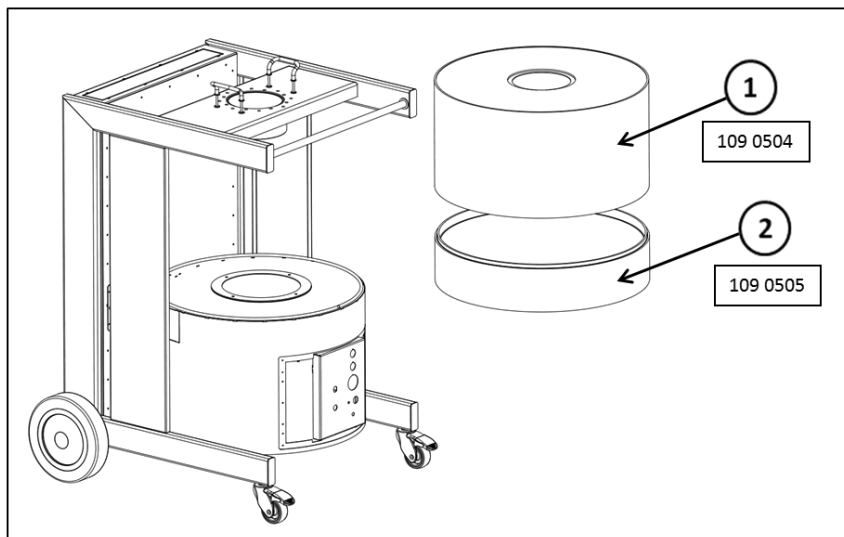

Figura 1, tipos de filtros no MaxiFil AK
- A sequência dos elementos filtrantes a serem posicionados no aparelho consulte a figura 1.